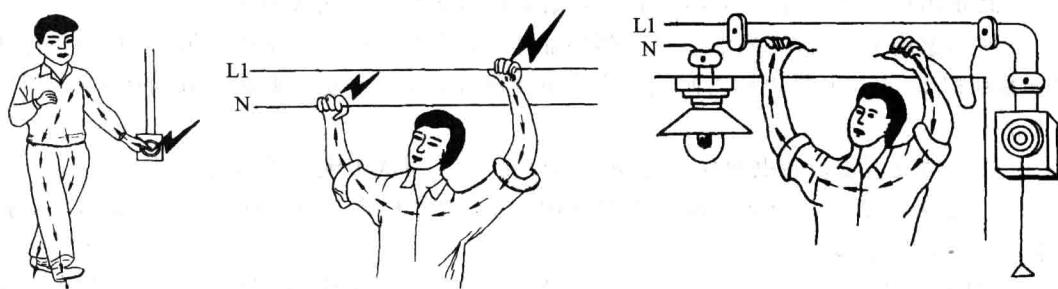

图 1-1 单相触电
(1) 单相触电:人体的某一部分接触带电体的同时,另一部分与大地或中性线相接,电流从带电体流经人体到大地(或中性线)形成回路,如图 1-1 所示。